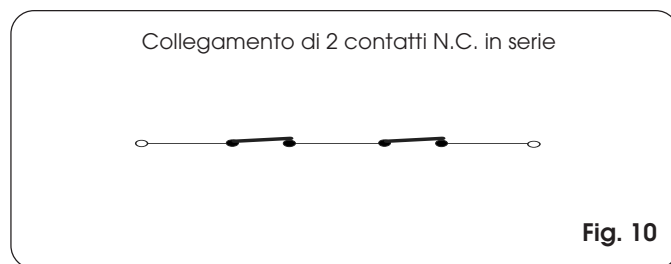

Fig. 10
N.B.: se due dispositivi con contatto N.C. hanno la stessa funzione vanno collegati in serie tra di loro (Fig. 10).